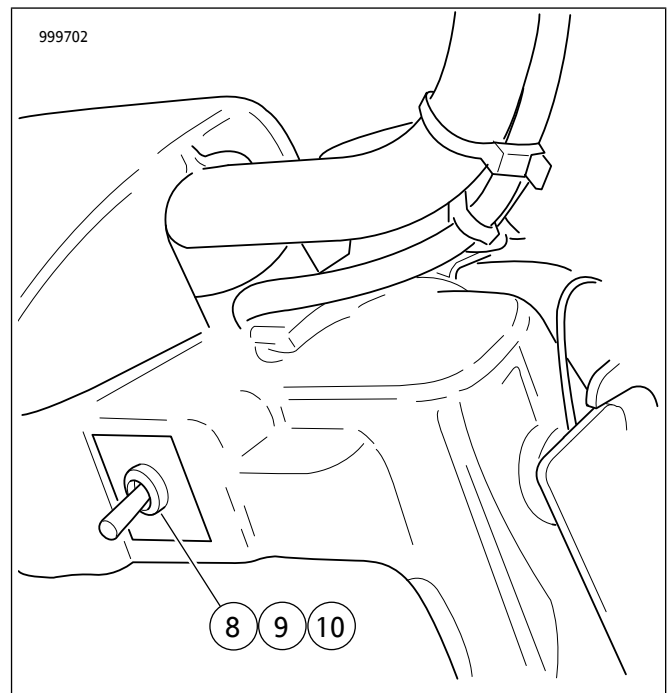

图6。非挡风板车型开关位置
- b. 非挡风板车型：参见图6。在右侧检修孔中安装螺母（8）、标签（9）和开关（10）。将开关插入位于前灯罩下方的线束。在FLRT车型上，连接器[205]位于燃油箱下方的塑料电线盒内。参见维修手册。